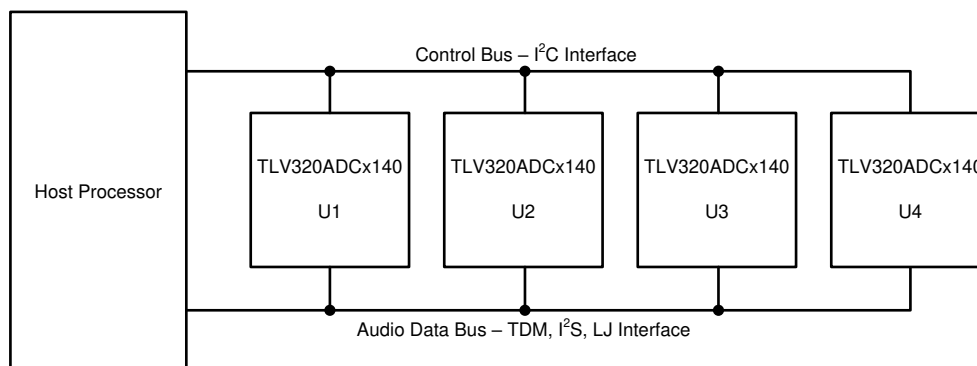

图 1-1. 四个 TLV320ADCx140/PCMx140-Q1 器件共享控制和音频数据总线
对于需要四个以上通道的 TLV320ADx140 应用，多个 TLV320ADCx140/PCMx140-Q1 器件可以共享公共总线。对于具有最多 16 个模拟输入通道或最多 32 个数字麦克风输入的系统，最多四个 TLV320ADCx140/PCMx140-Q1 器件可以共享单个控制和音频数据总线，以更大限度地减少电路板布线面积。TLV320ADCx140/PCMx140-Q1 支持使用 I²C 接口的控制总线和使用时分多路复用 (TDM)、IC 间音频 (I²S) 或左对齐 (LJ) 接口的音频串行总线。图 1-1 展示了四个 TLV320ADCx140/PCMx140-Q1 器件共享控制总线和音频数据总线的示意图。
为了使音频总线在 TDM 模式下正常工作, 每帧的位时钟数必须大于或等于活动输出通道数乘以输出通道数据的编程字长, 如方程式 1 所示。对于图 1-1 所示的示例 (其中有四个器件, 每个器件具有四个通道, 采样速率为 48KHz, 字长为 32 位), $BCLK \geq 4 \times 4 \times 48,000 \times 32 = 24.576\text{MHz}$ 。由于支持的最大 BCLK 为 25MHz, 因此最大器件数取决于所使用的通道数、采样速率和字长, 以保持位时钟 (BCLK) 低于 25MHz。